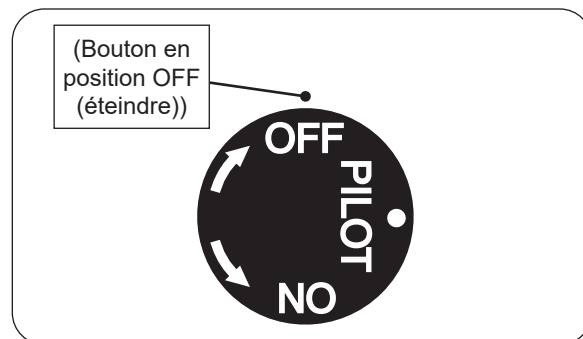

Fig. 61-2 Arrêt du pilote
2. Localisez la vanne sur le côté de l'unité. Pousser le gaz bouton de commande légèrement et tourner dans le sens des aiguilles d'une montre  sur **OFF** (éteindre) (voir Fig. 61-2).
Appuyez légèrement sur le bouton de contrôle et tournez-le dans le sens des aiguilles d'une montre  pour **OFF** (éteindre). Ne force pas. Voir Fig. 61-2.